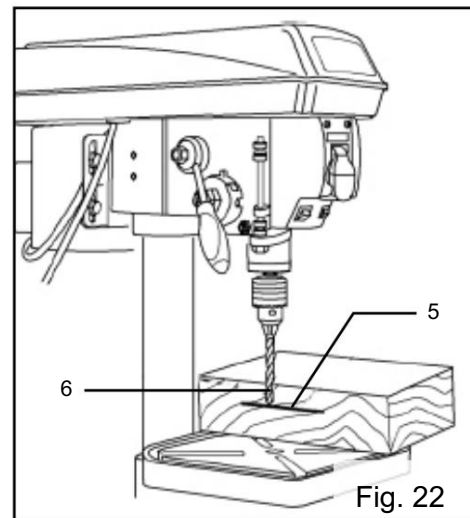

Fig. 22
1. Marquez la profondeur souhaitée (Fig. 22 - 5) du trou de perçage sur le côté de la pièce.
2. Avec la perceuse à colonne en position OFF, abaissez le foret (Fig. 22 - 6) jusqu'à ce que la pointe soit au même niveau que la marque.